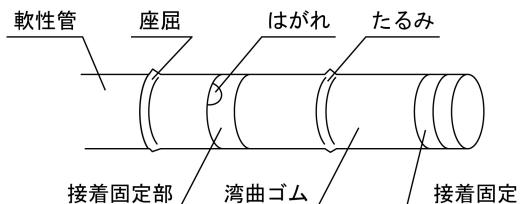

図1
- 2.挿入部を軽く手で握り、手元側から先端に向かい全長を手で滑らせ、その患者に対する経鼻的挿入、引き抜き時の妨げとなる引っ掛けがないことを確認すること。特に、軟性管の座屈、湾曲ゴム接着固定部のはがれ、湾曲ゴムのたるみなどによる引っ掛けり、出っ張りには注意すること（図1参照）。